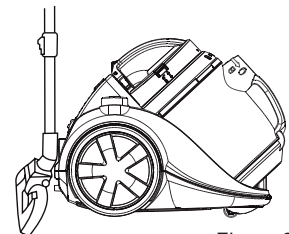

Figure 8
3. Repliez complètement le tuyau télescopique. À l'arrière de l'aspirateur se trouve l'encoche de fixation pour le support (voir la figure 8). Enfoncez l'arrière de l'embout d'aspiration dans l'encoche. Ceci vous permet de ranger l'aspirateur et de le ressortir rapidement, sans avoir besoin de démonter les composants.